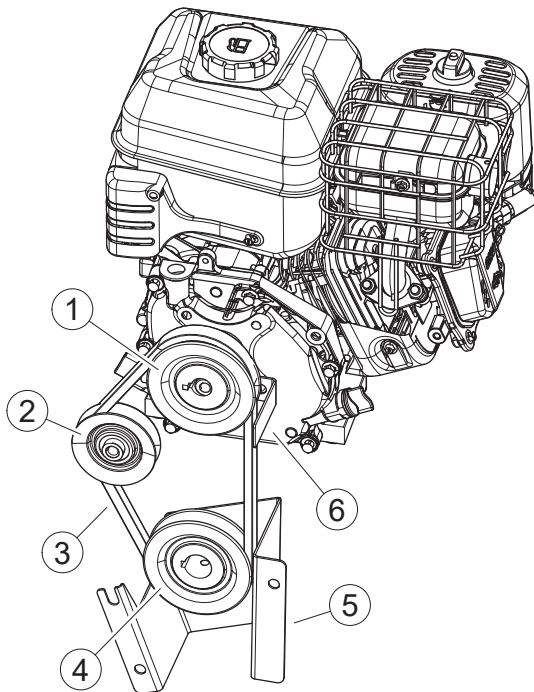

Figura 5.11, Accionamiento de correa de banda doble
2. Afloje los tornillos de fijación y con un canto recto alinee la polea del motor (1) con la polea loca (2) y la polea del rotor (4) con la polea del motor (1). Véase la Figura 5.11. Apriete todos los tornillos de fijación.
3. Acople el embrague con la correa (3) en su lugar y verifique el acoplamiento loco. Véase la Figura 5.11. La polea loca deberá golpear la correa en el centro de la polea. Todas las poleas tienen que estar perfectamente alineadas. Aplique un par de torsión de 160 lb-pulg. al tornillo de fijación de la polea.